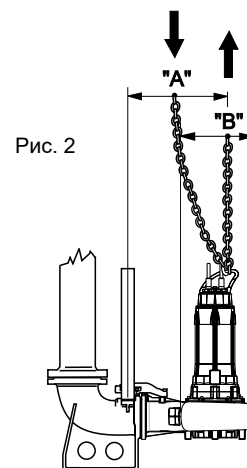

Рис. 2
- 1.5. - Если необходимо снять электронасос со своего места, прежде всего отсоедините электрические кабели от панели управления и поднимите его, как указано на стр. 10 (рис. 2). Очистите электронасос снаружи и внутри струей чистой воды от возможных остатков перекачиваемой жидкости, используя защитные очки, резиновые перчатки, маску и непромокаемый фартук.